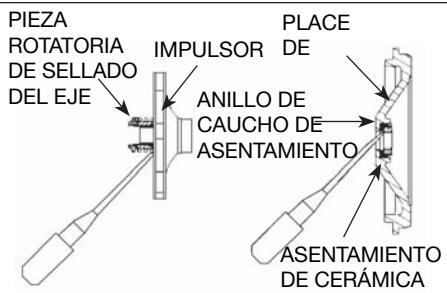

Figura 9 - Remoción del Sello del Eje y el Asentamiento de Cerámica
9. Quite del impulsor la parte de sellado del eje giratorio (incluyendo el anillo inoxidable y el sello de goma) (Figura 9).
10. Empuje o haga palanca en el emplazamiento de cerámica y el anillo de goma del sello para liberarlos de la placa de sellado (Figura 9).